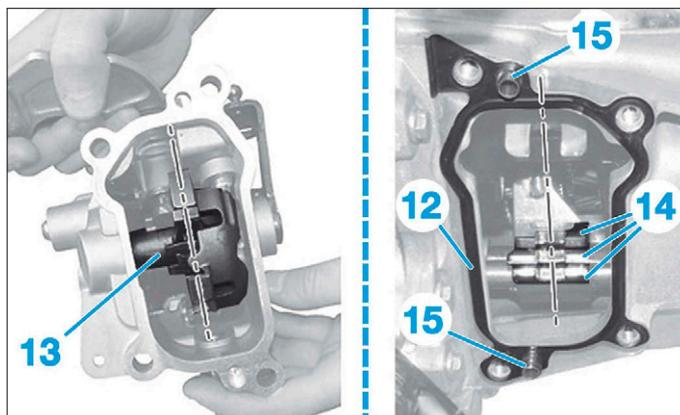

FIG. 17
- Remplacer systématiquement le joint d'étanchéité (12) (Fig.17).
- Avant d'effectuer la repose du module, vérifier le bon alignement des doigts de passage (13) et contrôler le bon alignement des crosses de fourchettes (14) suivant l'axe.
- Vérifier la présence des goupilles de centrage (15) sur le module de commande.